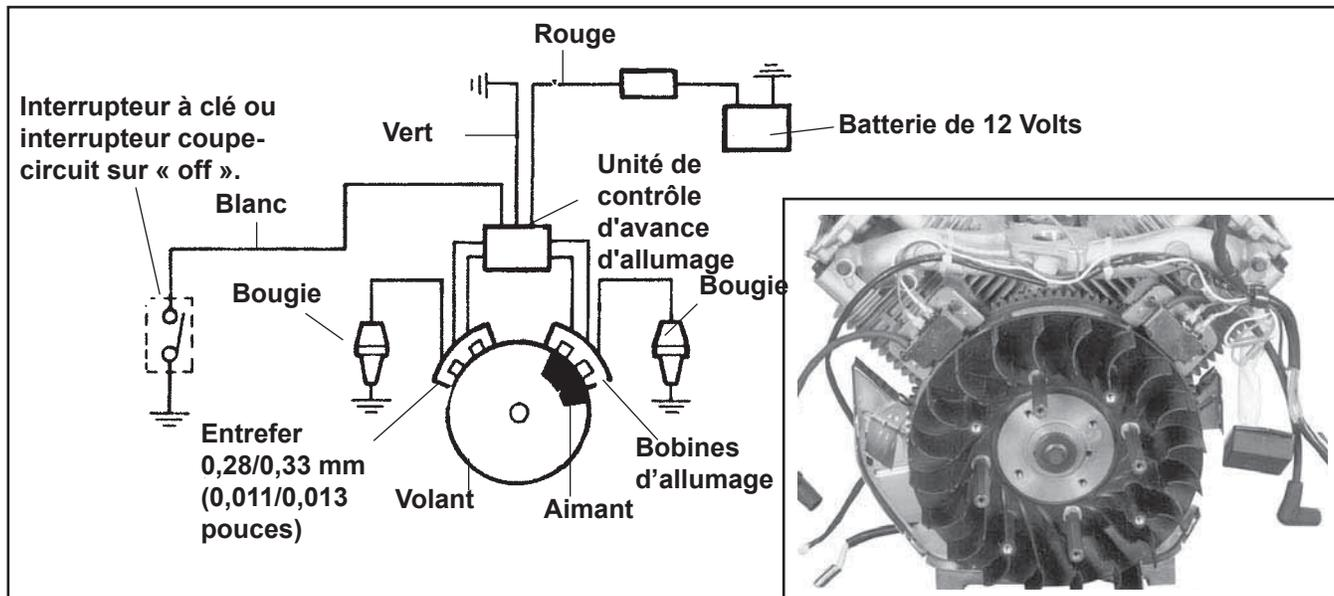

Figure 8-6. Système d'allumage à décharge capacitive avec avance d'allumage.
Les moteurs équipés de SMART-SPARK™ utilisent un système d'allumage électronique à décharge capacitive avec avance d'allumage électrique. Une application typique (Figure 8-6) inclut les composants suivants :
- Deux bobines d'allumage électroniques à décharge capacitive montées sur le carter moteur (Figure 8-6).